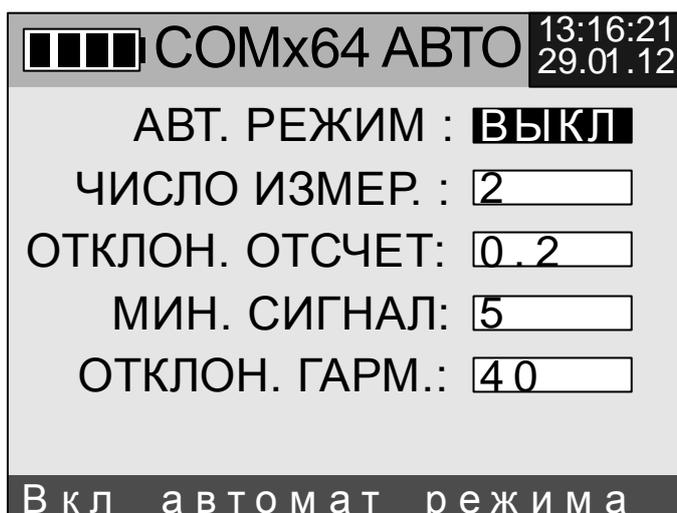

Рис.7.3. Меню настроек автоматического режима работы с коммутатором
- 1) В меню метода нажать клавишу «4» (переход в меню настроек автоматического режима работы с коммутатором, рис. 7.3)